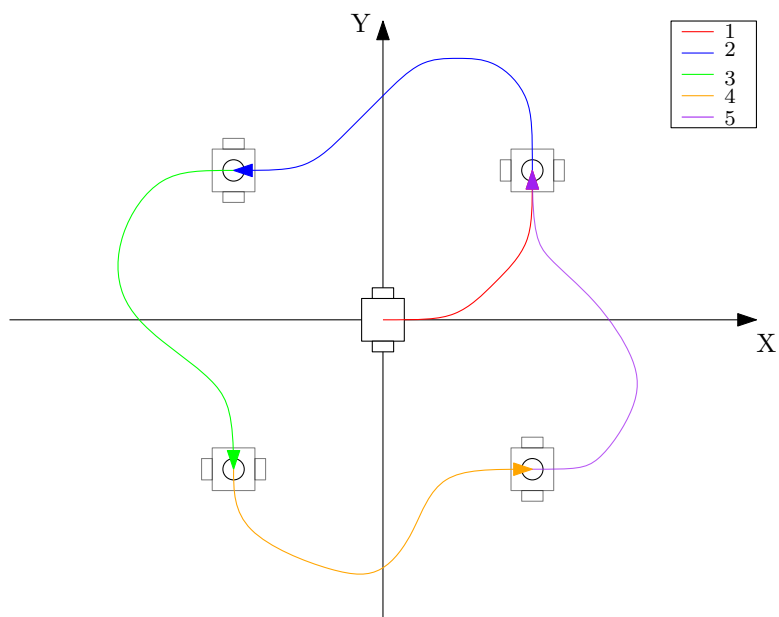

Рис. 8. Пример выполнения задания 2
- 6 Необходимо модифицировать схемы моделирования и ранее написанные программы так, чтобы робот последовательно проезжал четыре целевые точки, которые образуют квадрат. После достижения первой точки машинка автоматически должна ехать к следующей точке из списка. В конце машинка должна вернуться в первую точку из списка. Во время движения необходимо записать координаты робота в файл. Пример такого движения показан на рис. 8.